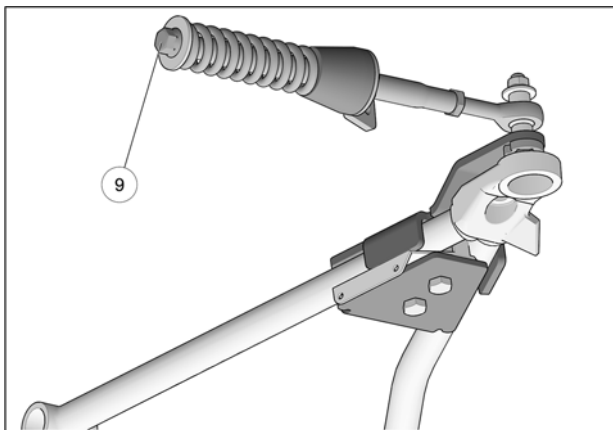

Fig. 14
8. Vérifier que le boulon du ressort (6) est serré au couple recommandé : 75 N•m [55 lb•pi]. Fig. 14